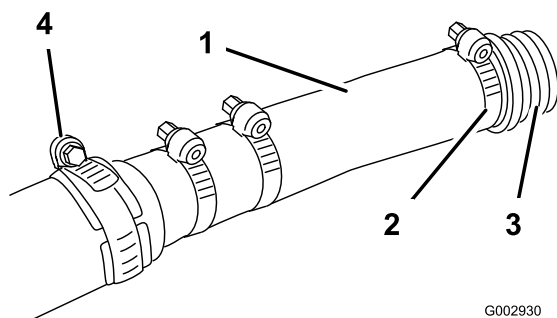

Figure 11
5. Enfilez un grand collier (retiré à l'étape 2) sur le flexible et engagez le raccord à fond dans le flexible. Fixez-le avec le collier (Figure 11).